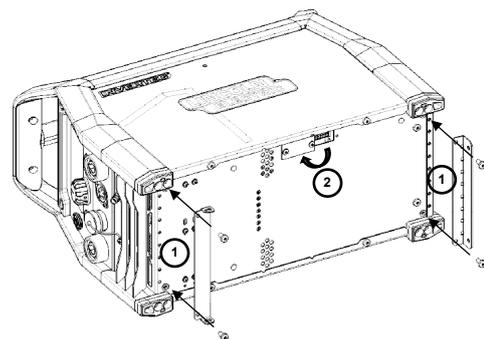

Figura 1
1. Coloque as chapas metálicas do adaptador debaixo da fonte de alimentação (Figura 1).
2. Retie o parafuso da escotilha e rode-o a 180°C. Utilize o parafuso removido para fixar a escotilha na Fonte de Alimentação (Figura 1).